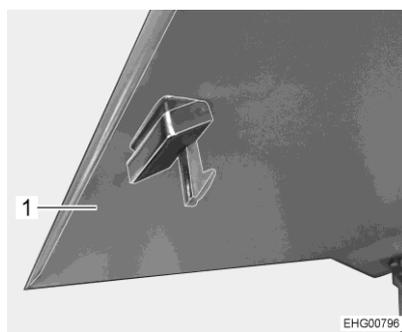

Fig. 68 Sportello del mobile
- Spingere verso l'interno lo sportello del mobile (Fig. 68,1). Lo sportello del mobile viene sbloccato.